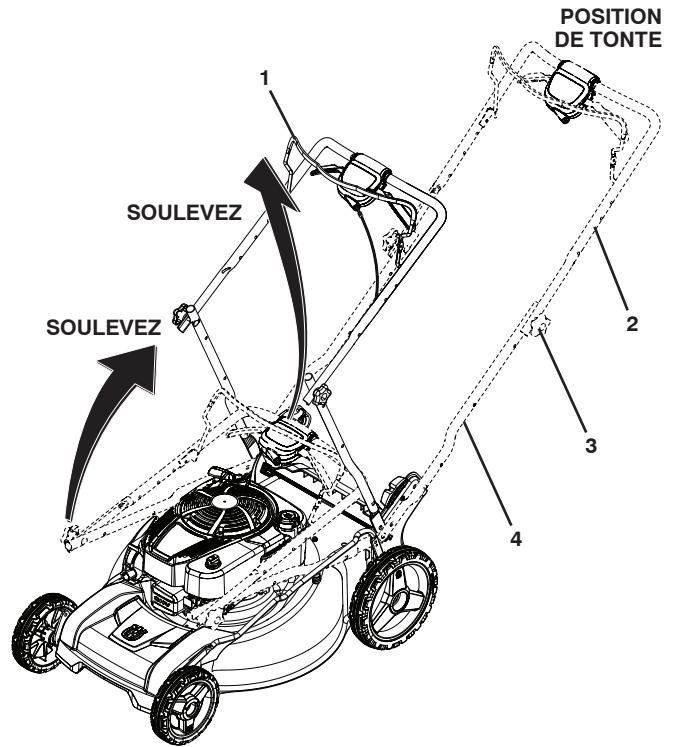

Figure 3
1. Soulevez la section du guidon inférieur à la position de tonte et alignez le trou du guidon avec un (1) des trois (3) trous de positionnement de hauteur (Figure 3).